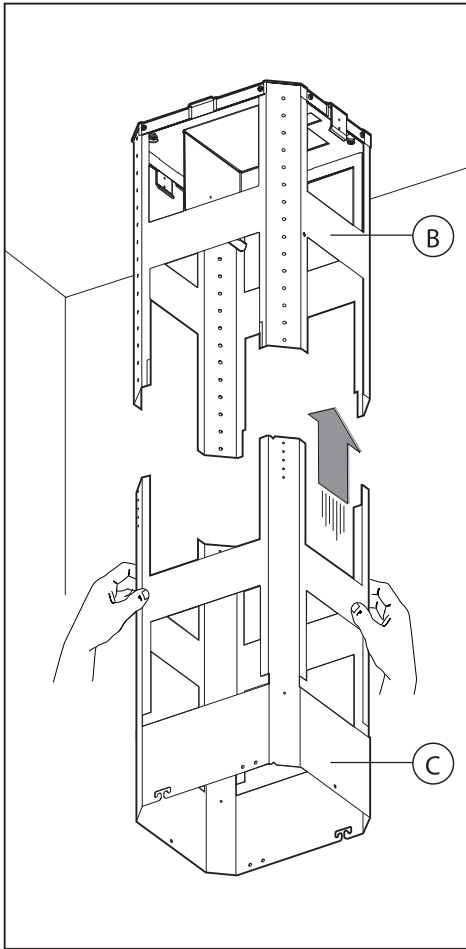
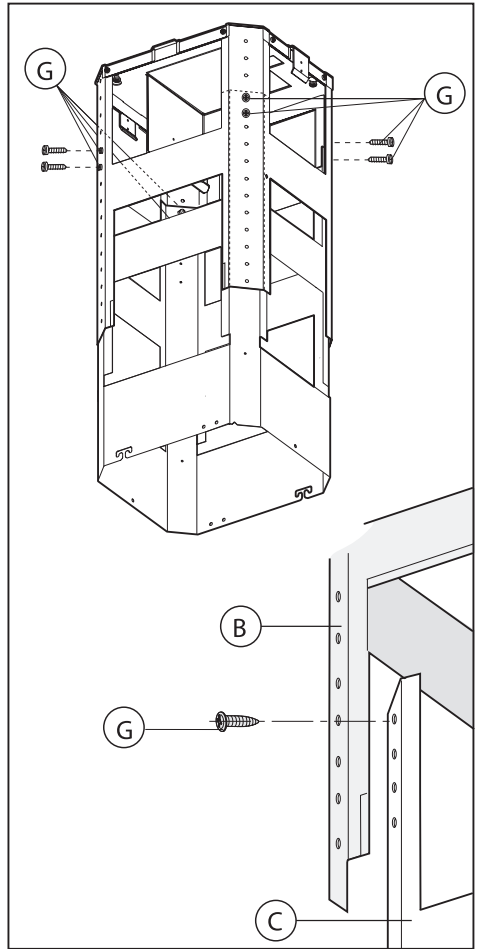

Fig.5
Fig.6
- Prendere la parte inferiore della struttura telescopica **C** ed inserirla su quella superiore **B** (Fig.5). Regolare l'altezza desiderata facendo riferimento alle quote indicate in (Fig.15) e bloccarla mediante le 8 viti **G** in dotazione (Fig.6).